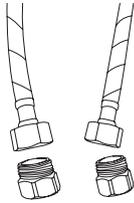

Figura 13.
6. Si tus llaves angulares son de 3/8", puedes agregar las reducciones *bushing* de 1/2" NPTm x 3/8" NPT; no necesitas agregar teflón entre la conexión a las mangueras, pero si colocas las reducciones *bushing* sí necesitas teflón para colocarlas con las válvulas angulares, ver Figura. 13.